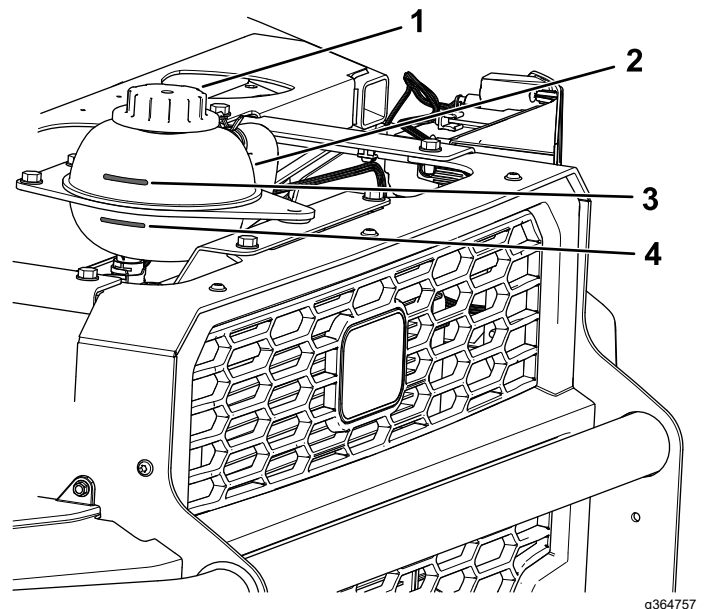

Figura 86
4. Compruebe el nivel de refrigerante del depósito de refrigerante (Figura 86).